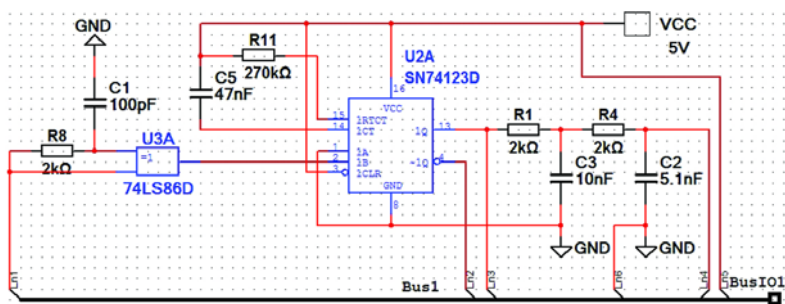

Рис. 19. Иерархический блок, связанный с основной схемой через разъем Bus HB/SC Connector
Разъем Bus HB/SC Connector используется в случае, когда иерархический блок или подсхема содержит большое число проводников и их целесообразно объединить в шину. Тогда иерархический блок (HB) или подсхема (SC) оформляется, как показано на рис. 19, а принципиальная схема, содержащая такой иерархический блок, – как показано на рис. 20. Для контроля правильности соединения к шине между проводами питания и общим подключен вольтметр (рис. 20).